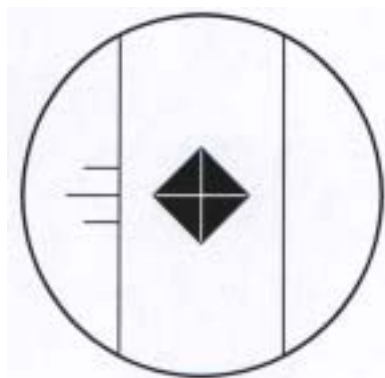

图6-15 正确的像
4. 在 40×物镜位置观察像，正确的像应该有一条对角线保持水平，如图 6-15。